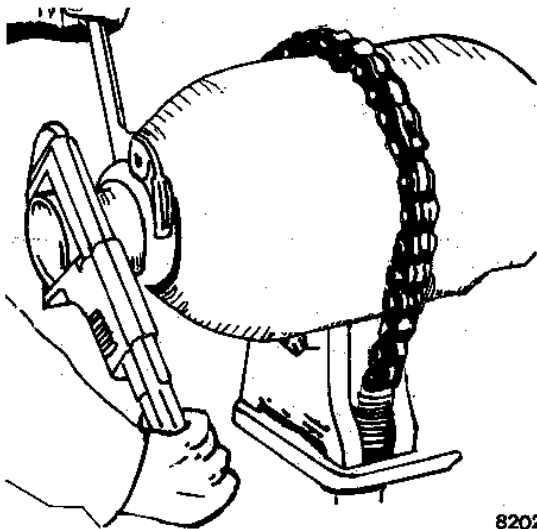

FIGURA 3-14 REMOCION TUERCA DE SEGURIDAD
4. Saque la tuerca de seguridad del conjunto tapón y cabezal móvil utilizando una llave de horquilla y una llave regulable. Una para torque y otra para contra torque. (Consulte la Figura 3-14).